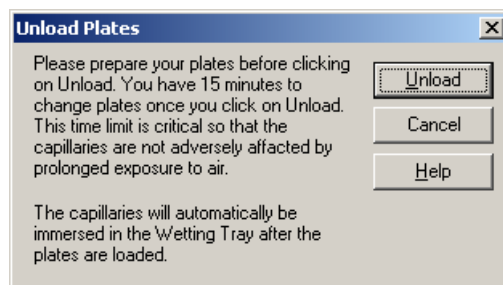

图 1.18 卸载板对话框
4. 单击 **Load Plates**（加载板）。系统将显示图 1.18 中的对话框。